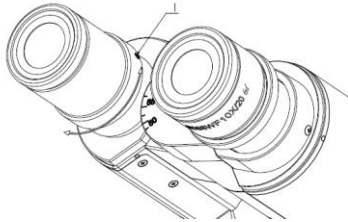

Рис.11
2. Корректировка диоптрий (рис.11)